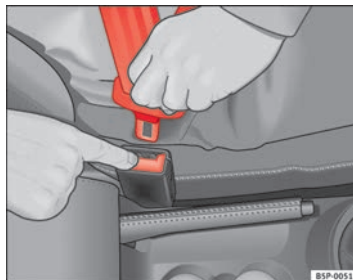

Abb. 16 Lösen der Schlosszunge vom Gurtschloss
- Drücken Sie die rote Taste im Gurtschloss ⇒ Abb. 16. Die Schlosszunge springt heraus ⇒ .